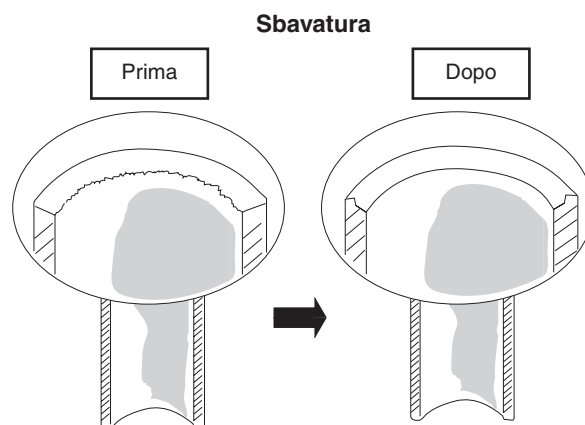

Fig. 6-1
- (1) Tagliare il tubo di rame alla lunghezza richiesta con un tagliatubi. Si consiglia di eseguire il taglio lasciando circa 30–50 cm di lunghezza supplementari rispetto alla distanza stimata.
- (2) Rimuovere le bave all'estremità del tubo di rame con uno sbavatore o una lima. Questa parte della procedura è importante e va eseguita con attenzione per assicurarsi che la svasatura riesca correttamente. (Fig. 6-1)